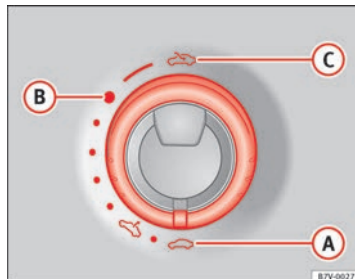

Fig. 57 En el revestimiento interior del techo: gire el conmutador para abrir y cerrar.
⇒ fig. 57
- El conmutador ⇒ fig. 57 ① debe estar en la posición de “cerrado” (A).